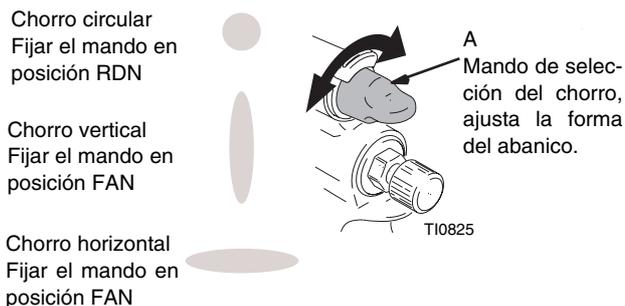

FIG. 7
El mando de selección del chorro (A) determina la forma del chorro de pulverización. Para crear un chorro circular, fije el mando de ajuste del chorro (A) en la posición RND. Para crear un abanico, fije el mando (A) en la posición FAN. Fig. 7.